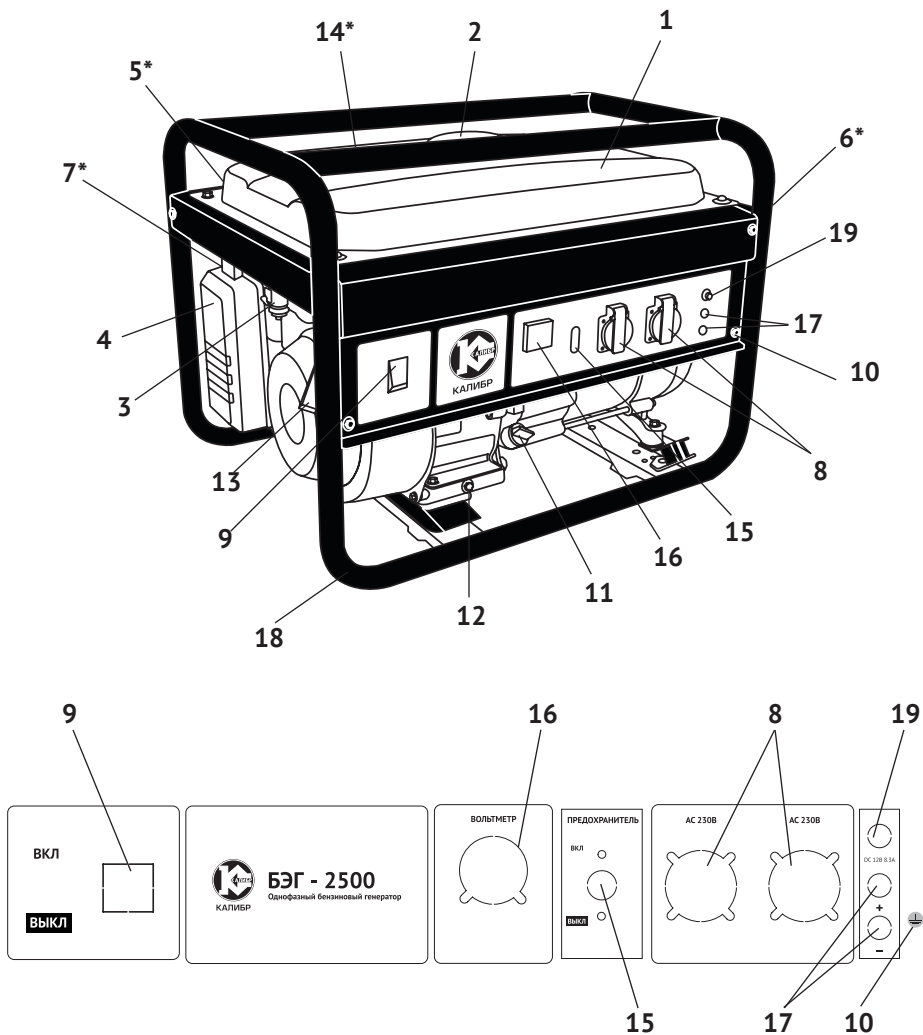

рис. 1
Коленчатый вал, приводимый во вращение возвратно-поступательными движениями поршня двигателя, передаёт крутящий момент на вал якоря генератора. Передача осуществляется через коническое сопряжение ротора генератора и вала двигателя. При этом образуется самотцентрирующаяся трёхопорная схема соединения. С обмоток статора генератора напряжение подводится: через систему стабилизации на розетки переменного тока (рис.1 поз.8); через выпрямительный блок на розетку постоянного тока (рис.1 поз.17).
3.4 Двигатель и генератор закреплены на трубчатой раме (рис.1 поз.18) через амортизаторы, что снижает вибрацию аппарата и уменьшает уровень шума при работе. Все элементы бензогенератора имеют удобный доступ для обслуживания и ремонта.
Электрическая сеть подключения потребителей относится к системе с изолированной нейтралью, предусматривающей защитное заземление открытых токопроводящих частей корпуса. В зависимости от местных условий (состав грунта, его влажность и т.п.) изменяется качество заземления. Во всех случаях защитное заземление должно иметь сопротивление не более 4-х Ом. Во время работы бензогенератора его клемма заземления (рис.1 поз.10) должна быть подсоединена к заземлителю. Практически это требование может быть реализовано следующими способами:
Выкрутите пробку-щуп из маслозаливной горловины (рис.1 поз.11) и залейте в картер масло необходимой марки до нижнего края горловины. Вставьте сухой чистый щуп в горловину картера и выньте его. Проверьте уровень масла: граница смоченной области щупа должна располагаться между отметками минимального и максимального уровней.
- перевести выключатель зажигания (рис.1 поз.9) в положение «ВКЛ.»;
- открыть топливный кран (рис.1 поз.3);
- перевести рычаг управления воздушной заслонкой (рис.1 поз.7) в крайнее левое положение «закрыто» при пуске холодного двигателя (для прогретого двигателя рычаг - в промежуточном положении);
- медленно потянуть рукоятку стартера (рис.1 поз.13) до появления сопротивления. Затем резким движением вытянуть трос до конца, повторить действие ещё раз, если двигатель не завёлся;
После прогрева двигателя в течение 10-40 секунд (в зависимости от начальной температуры), перевести рычаг воздушной заслонки (рис.1 поз.7) в крайнее правое положение «открыто».
- перевести выключатель зажигания (рис.1 поз.9) в положение «ВЫКЛ.»;
- закрыть топливный кран (рис.1 поз.3).
- наличие и величина напряжения переменного тока измеряется вольтметром (рис.1 поз.16);
При перегрузке может сработать защита генератора. Проверьте суммарную мощность подключённого оборудования. Отключите лишнее. Включите автомат защиты (рис.1 поз.15) - положение «ВКЛ.» (вверх).